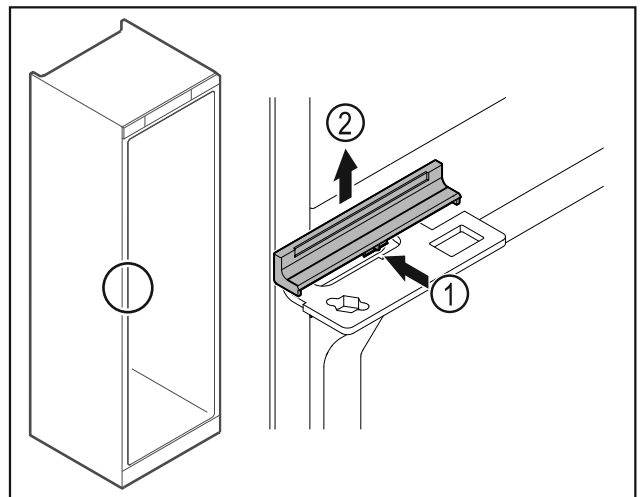

Fig. 42
- ▶ Pokrov Fig. 42 (1) na sredini rahlo potisnite not in snemite v smeri navzgor Fig. 42 (2).